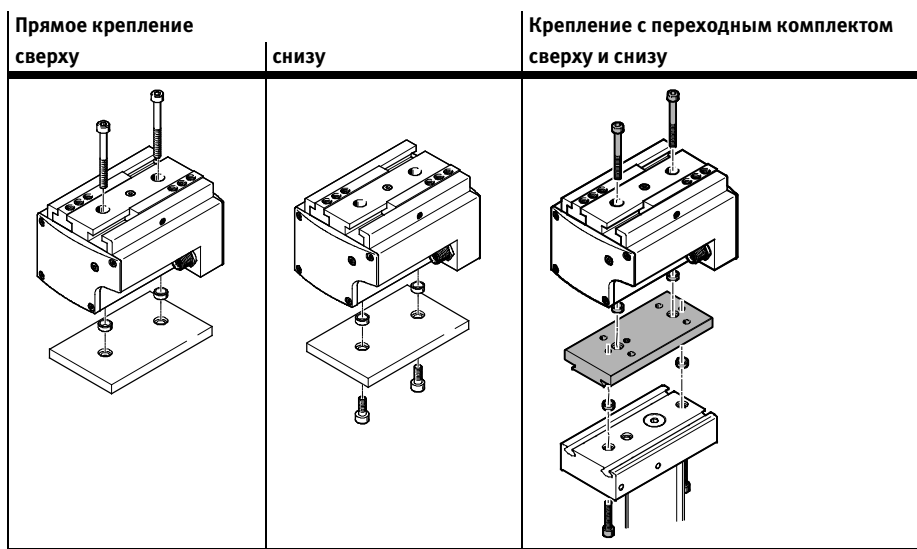

Fig. 3 Типы крепления
3. Выбирать крепежные винты в зависимости от типа крепления (→ Fig. 3).